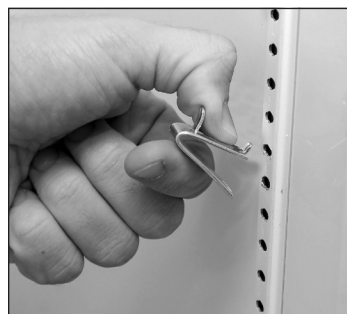

Fig. 6. Pose de la languette supérieure du taquet de clayette
1. Accrochez les taquets des clayettes sur les montants de support de clayette. Voir Fig. 6.